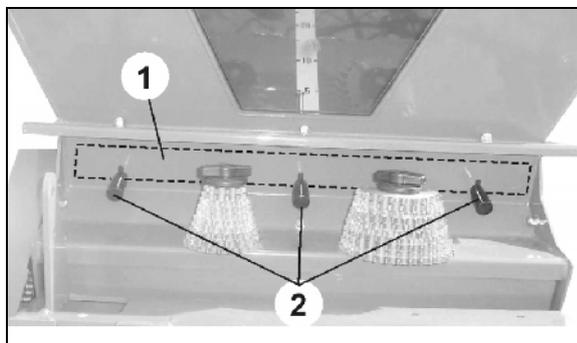

Fig. 40
4. Soltar los tornillos (Fig. 40/2), desplazar la válvula de compuerta hacia arriba y abrir; volver a apretar los tornillos.